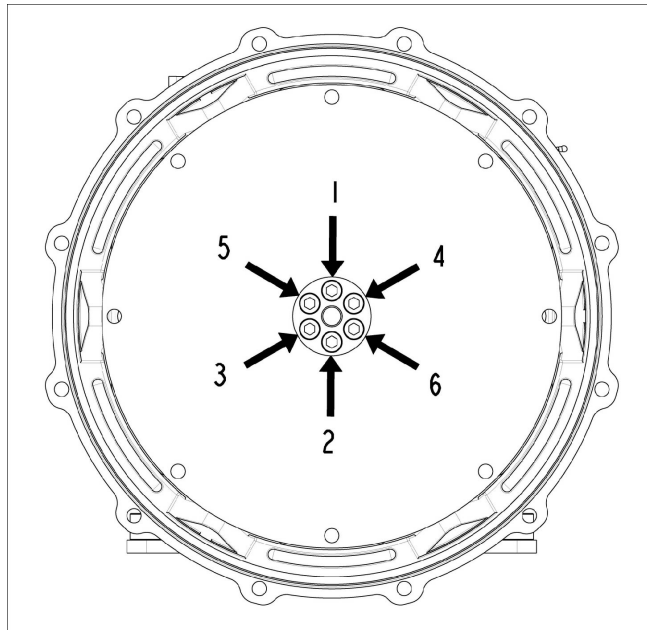

FIGURE 21. SÉQUENCE DE FIXATION AU MOYEU
4. Serrer les vis du disque d'accouplement, le cas échéant, dans l'ordre indiqué sous Figure 21 à la page 38 . Se reporter à Chapitre 8 à la page 65 pour connaître les couples de serrage.